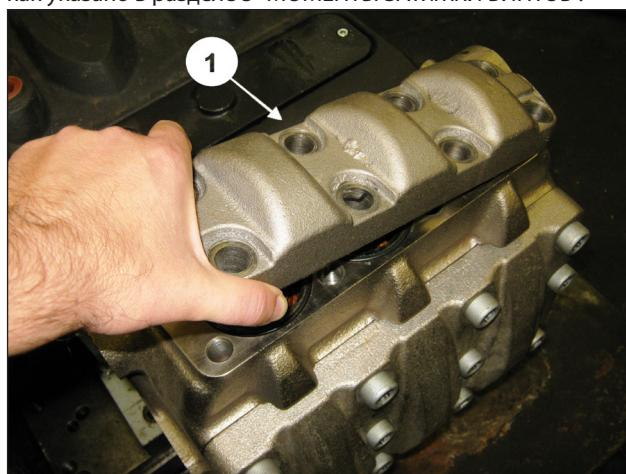

Рис. 147
После завершения сборки групп нагнетательных клапанов установите крышку нагнетательных клапанов (поз. ①, Рис. 147) и затяните 8 винтов M16x45 (поз. ①, Рис. 148), как указано в разделе 3 "МОМЕНТЫ ЗАТЯЖКИ ВИНТОВ".